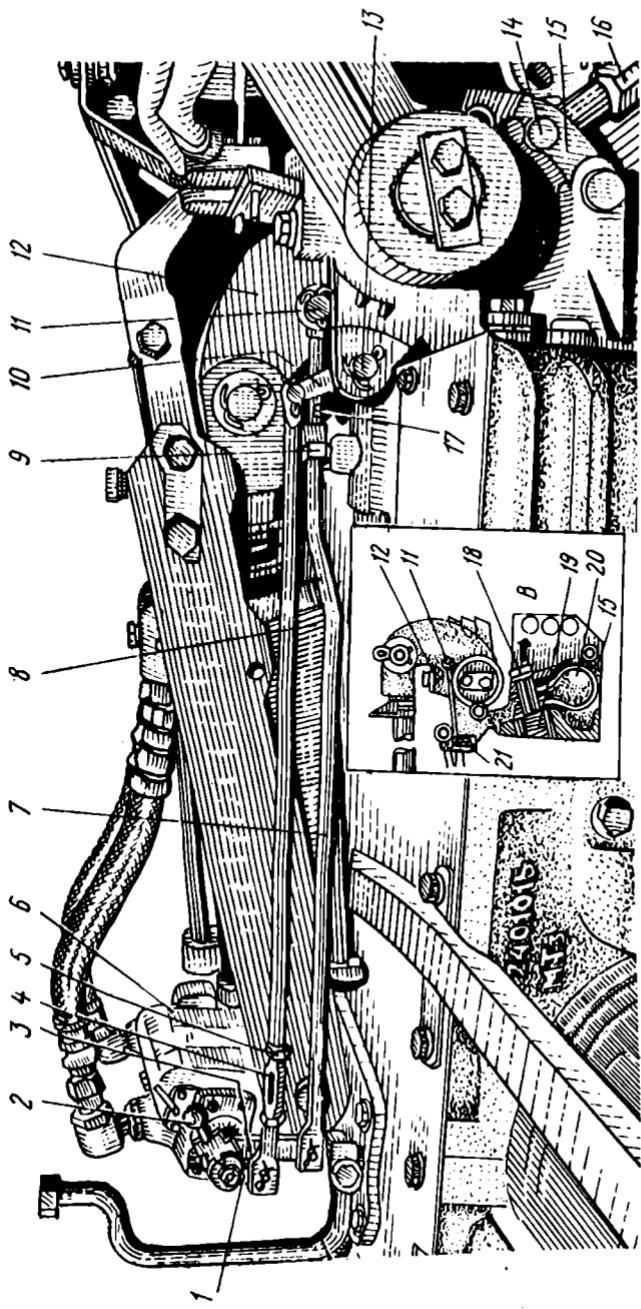

Рис. 36. Регулировка силовой, позиционной тяг и силового датчика регулятора:
- a) отпустите контргайку на регулировочной муфте 17 тяги 7 (рис. 36);
- a) установите переключатель 2 (рис. 36) в среднее положение;
а) отпустите контргайки на регулировочной муфте 4 тяги 8 (рис. 36);